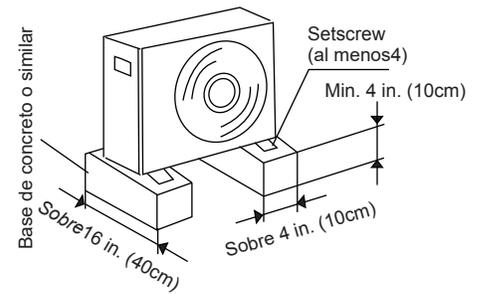

Fig.3
6. Se debe hacer una base fuerte (hecha de hormigón, etc.). El aparato debe colocarse a una altura no inferior a 10 cm para evitar que se moje o se corra. De lo contrario, puede dañar el aparato o reducir su vida útil. (Fig. 3)